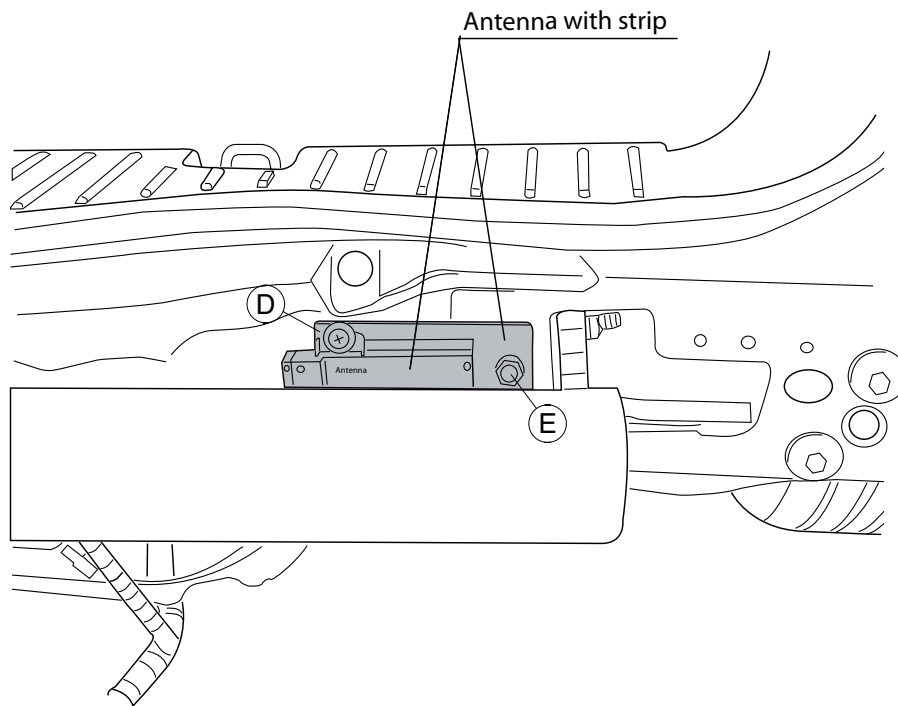

Fig.5
4. Поместите полосу D на заднюю стенку автомобиля и прикрепите ее к точке E. См. рисунок 5.